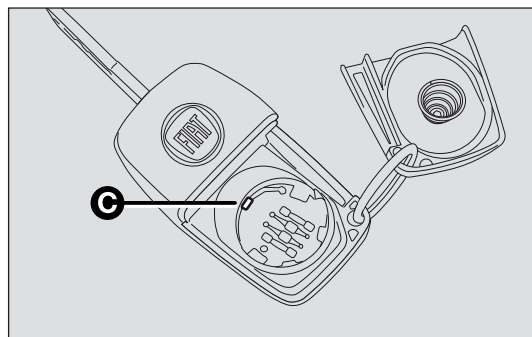

fig. 9
- ☐ la pila nueva se debe colocar debajo del diente C-fig. 9 de bloqueo; a continuación, vuelva a colocar la tapa y presiónela hasta oír el clic de bloqueo.